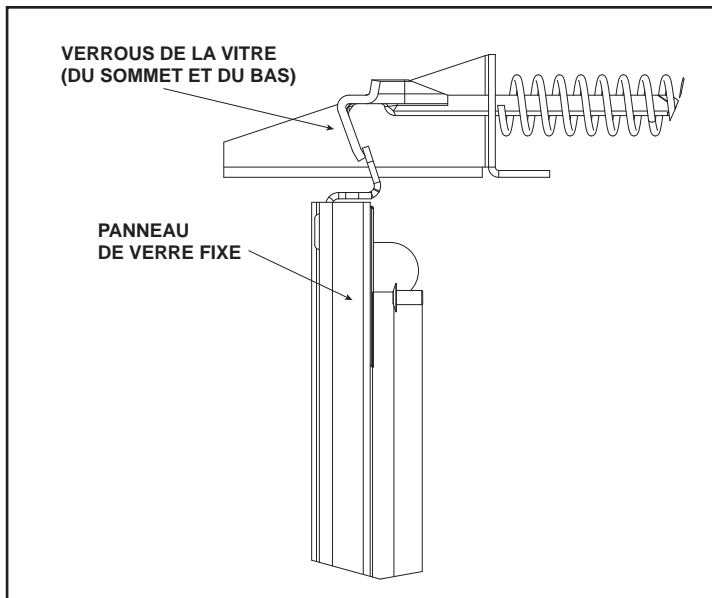

Figure 4.1 Panneau de verre fixe
- Retirez le panneau de verre fixe de la boîte à feu en dégageant les verrous supérieurs de la vitre, puis les deux verrous inférieurs. Maintenez la vitre en place avec une main et dégagez les verrous de la vitre avec l'autre main. Voir la figure 4.1.
- Positionnez avec soin le panneau de verre fixe sur le foyer. Maintenez la vitre en place avec une main et les verrous de la vitre avec l'autre main. Voir la figure 4.1.